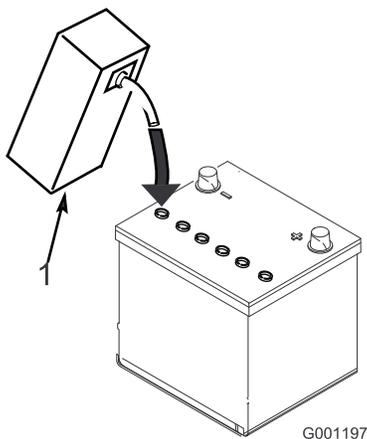

Рисунок 7
3. Осторожно заливайте электролит в каждую ячейку до уровня над пластинами примерно 6 мм (Рисунок 7).
4. Подождите примерно 20-30 минут, пока электролит не впитается в пластины. При необходимости доливайте электролит до уровня примерно на 6 мм ниже низа заливочного отверстия (Рисунок 7).